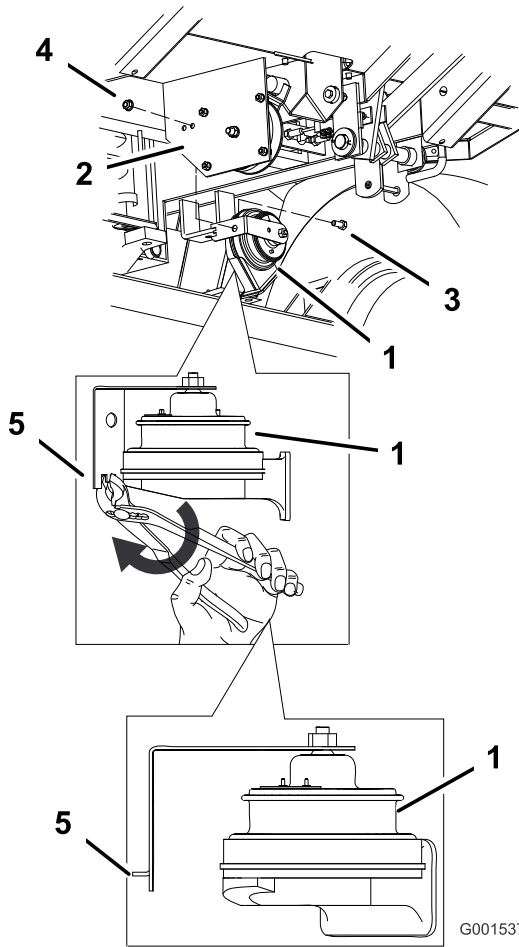

Bild 2
1. Biegen Sie die mittlere Kontaktfahne am Ende der Halterung in einen 90 Grad Winkel (Bild 2).
2. Stecken Sie die gebogene Kontaktfahne in das zuvor gebohrte, hintere Loch. Befestigen Sie die Hupe an der Kupplungsscheibe, unter Verwendung einer Schraube (5/16 x 3/4 Zoll) und einer Bundmutter (5/16 Zoll) (Bild 2).